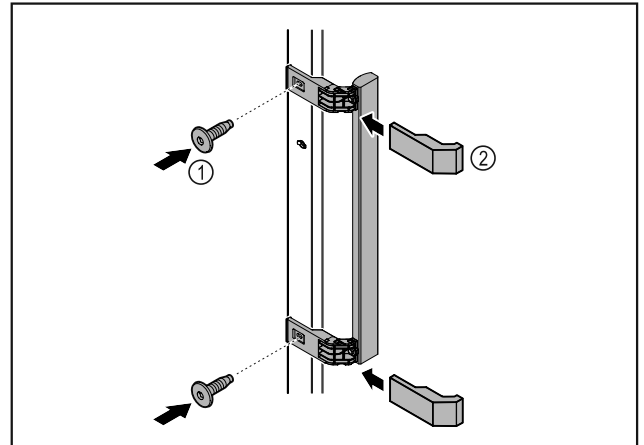

Fig. 3
- Kiinnitä oheispakkauksessa oleva kahva mukana olevilla ruuveilla Fig. 3 (1) oveen.
- Aseta suojuks Fig. 3 (2) paikalleen.